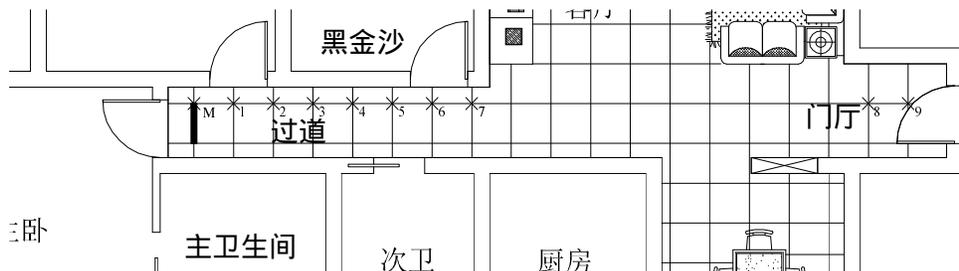
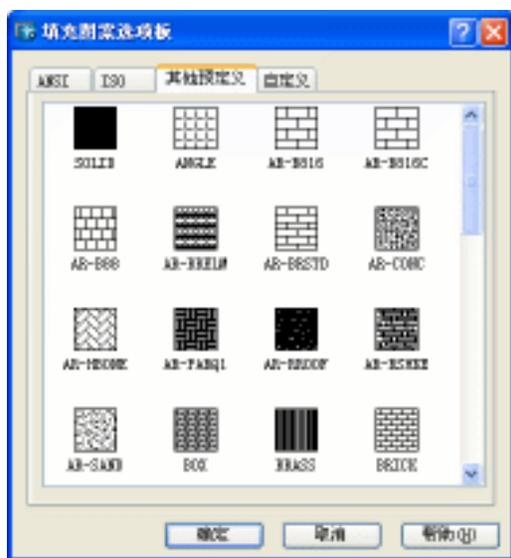

图 6-1-29
图 6-1-31
**STEP 15** 使用绘制矩形命令 RECTANG (REC) 和图案填充命令 BHATCH (BH) 将客厅地面镶嵌黑金沙，如图 6-1-29 所示，其具体操作步骤如下：
单击绘图工具栏上的图案填充按钮或在命令行中输入 bh 并按回车键，弹出边界图案填充对话框，单击该对话框中的图案选项旁边的按钮或单击样例选项右边的图案，弹出填充图案选项板对话框，如图 6-1-31 所示，单击该对话框中的图案，并单击“确定”按钮，返回到边界图案填充对话框，再单击该对话框中“选择对象”旁边的按钮，又返回到绘图界面，单击上面已绘制好的矩形，按回车键又返回到该对话框，再单击“确定”按钮，即填充后的图形如图 6-1-29 所示。
// 按 F3 键打开捕捉功能, 单击如图 6-1-29 所示的点 M
// 在这样相同的提示下, 分别单击如图 6-1-29 所示的点 1、2、3、4、5、6、7、8、9